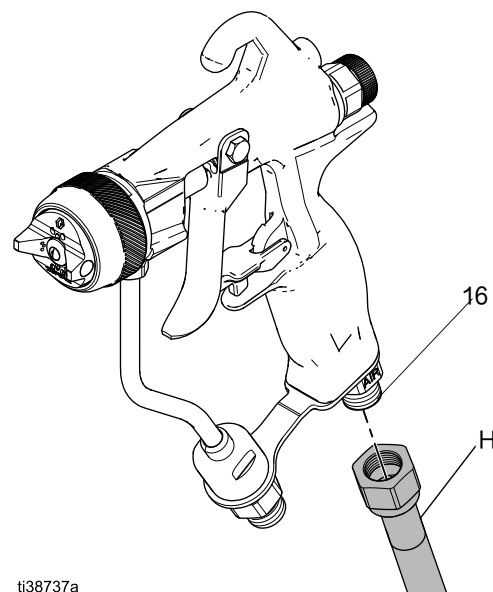

图 4：将空气软管连接到喷枪上
1. 将喷枪供气软管 (H) 连接到喷枪空气入口 (16)。参见图 4。